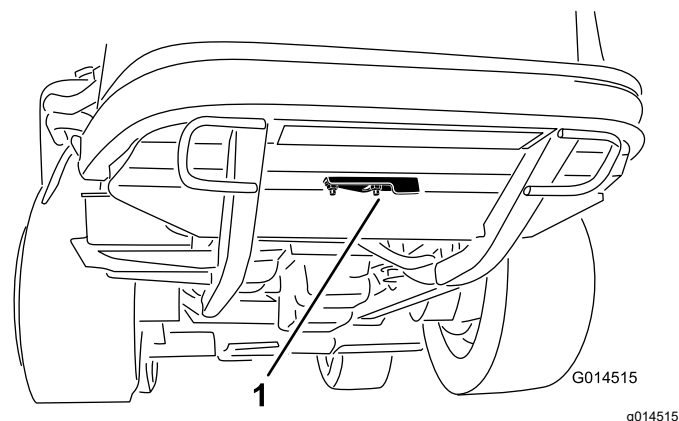

Figure 82
2. Desserrez l'écrou à embase qui fixe le couvercle de nettoyage à la face inférieure du cadre arrière (Figure 82). Faites pivoter le couvercle sur le côté pour exposer le trou de nettoyage dans le cadre.